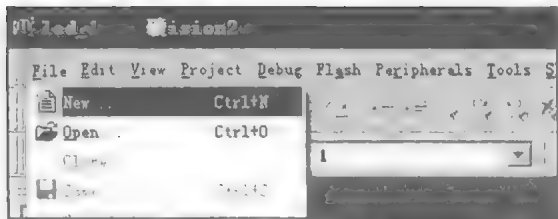

图 2.28 新建文件
(6) 建好工程后, 还要新建一个文件来编写程序代码, 单击【File】菜单中的【New】选项, 如图 2.28 所示, 或单击快捷图标.